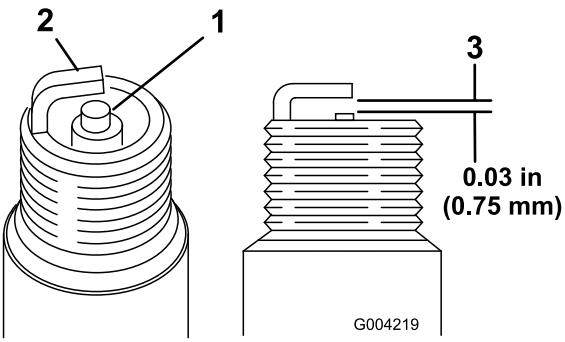

図 50
- 中央の電極部を観察する(図 50)。絶縁体部がうす茶色や灰色なら適正、碍子が黒くなっているのは不完全燃焼である(エアクーリーナの汚れが原因であることが多い)。
- プラグの電極間のエア・ギャップ(図 50)を点検し、
- 適正值から外れていれば外側の電極(図 50)を曲げて調整する。